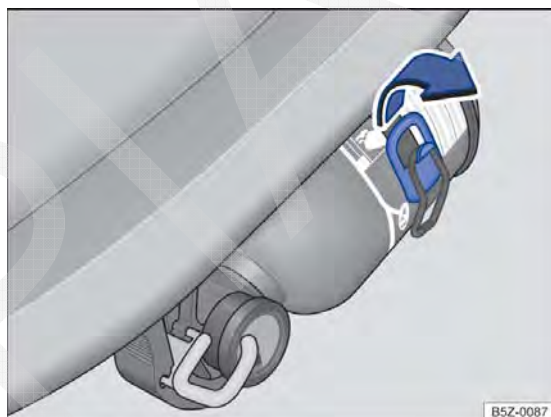

Fig. 151 No banco do passageiro dianteiro: extintor de incêndio.
- Soltar a abraçadeira de fixação, puxando-a para cima → Fig. 151 no sentido da seta.